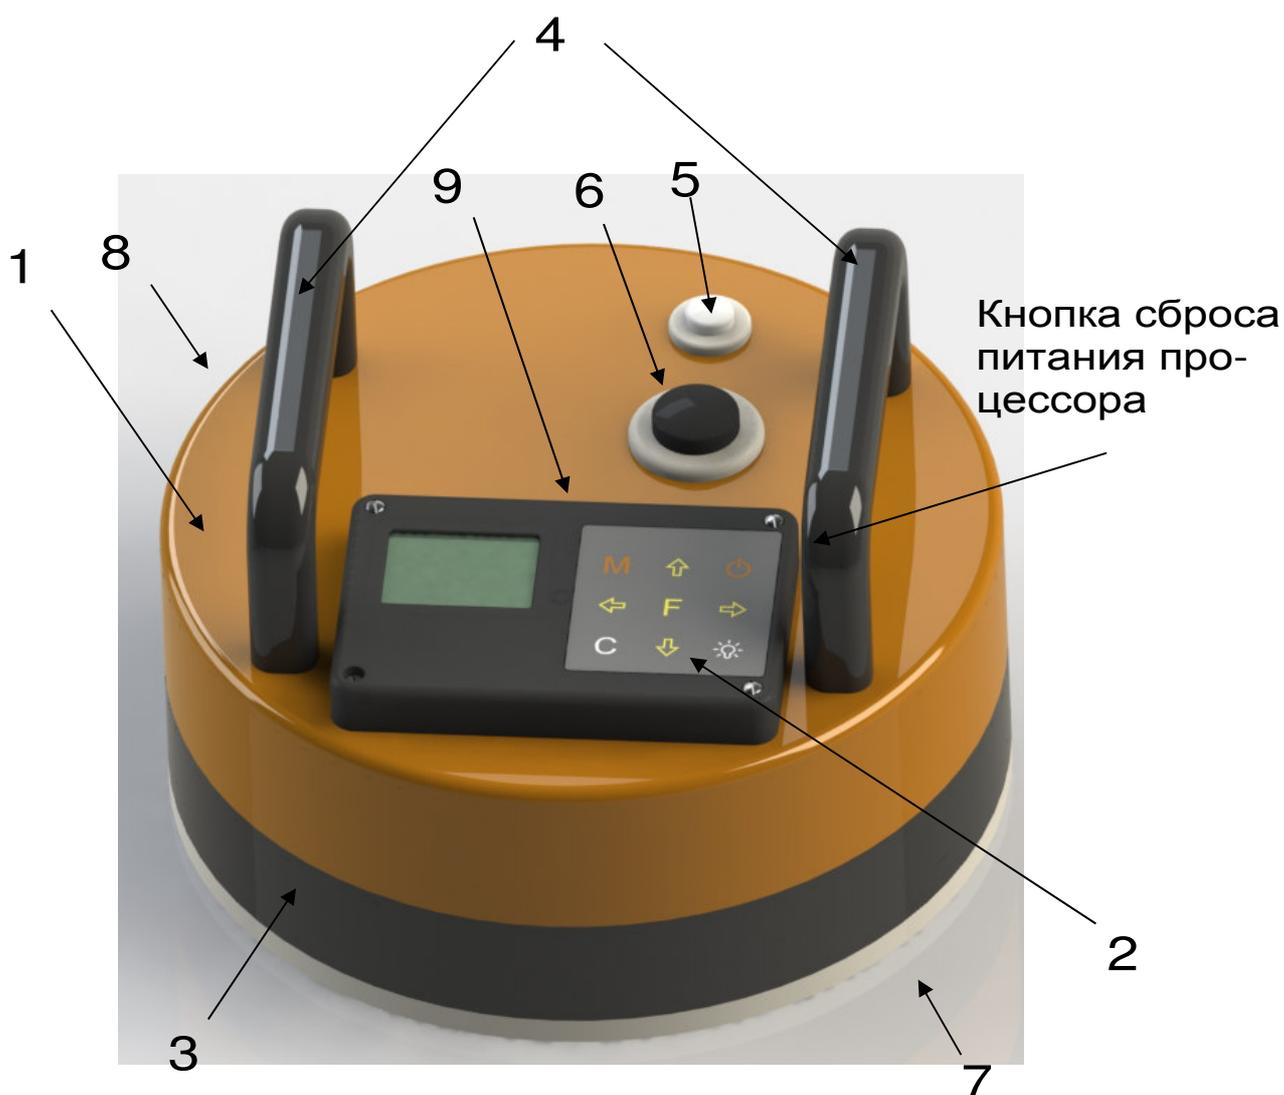

Рисунок 1 - Внешний вид прибора
Прибор (рисунок 1) представляет собой моноблочное устройство, в котором объединены измерительный блок 1, два встроенных вакуумных насоса (на рисунке не показаны) и электронный блок 2.
4.5.4 Пункт главного меню **АТМОСФЕРНОЕ ДАВЛЕНИЕ** позволяет перед каждым испытанием измерять и сохранять в памяти прибора величину атмосферного давления, необходимого для корректного вычисления параметров проницаемости. При открытом клапане 7 (рисунок 1), нажав клавишу **М**, электронный блок сохранит текущее значение атмосферного давления. При нажатии клавиши **Ф** или **С** прибор выйдет в главное меню.
После нажатия клавиши **M** начнется запись процесса измерения давления, и прибор выдаст сообщение о необходимости «Открыть клапан». Одновременно с этим будет запущен таймер обратного отсчета времени, в течение которого кнопку 6 с маркировкой «Главный клапан» (рисунок 1) надо нажать. Откроется клапан 7, находящийся на нижней поверхности прибора.